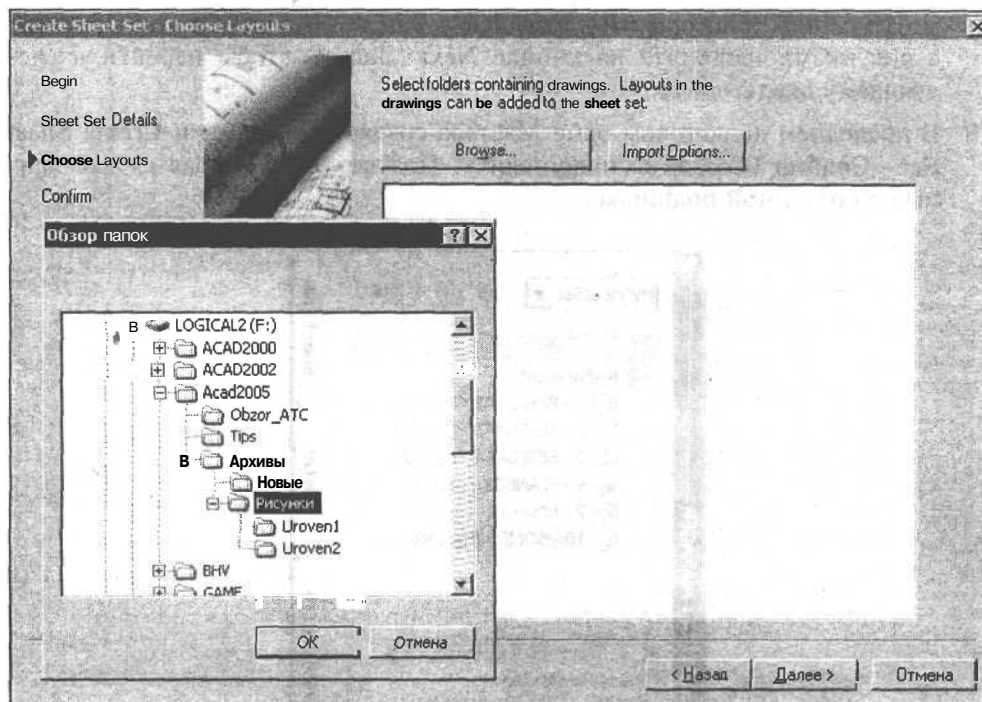

Рис. 20.12. Диалоговое окно для создания списка рисунков с листами, включаемыми в подшивку
8. В диалоговом окне **Create Sheet Set - Choose Layouts** (Создание подшивки - Выбор листов) щелкните по кнопке **Browse** (Найти) (рис. 20.12) и выберите папки, содержащие рисунки, в которых созданы листы. После выбора каждой папки появляется список имен рисунков и связанных с ними листов. Перед именами рисунков, включаемых в подшивку, установлен флажок. Для исключения рисунка из подшивки достаточно убрать этот флажок, для чего следует щелкнуть мышкой по пря-